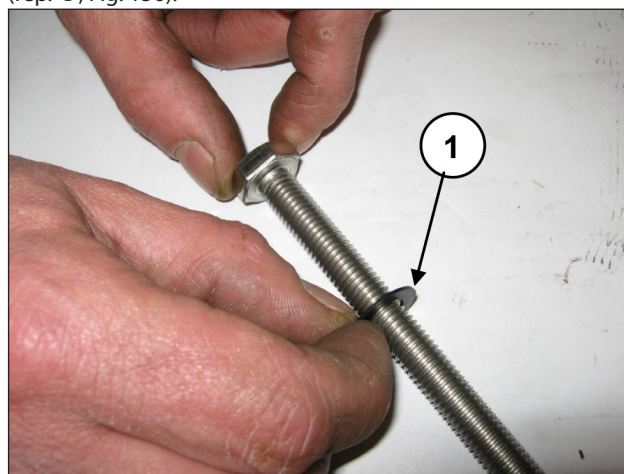

Fig. 156
Insérer la rondelle Ø10x18x0,9 dans la vis de fixation du piston (rep. ①, Fig. 156).